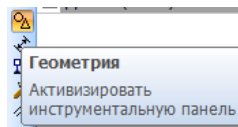

Рисунок 4 – Набор инструментов Геометрия
4). В панели инструментов выберите набор инструментов Геометрия (рисунок 4).